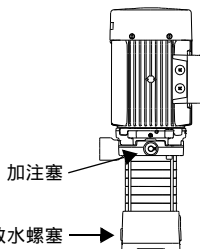

图 4 加注塞与排水塞
3. 拔下加注塞。参见图 4。
拆下加注塞和排水塞。参见图 4。